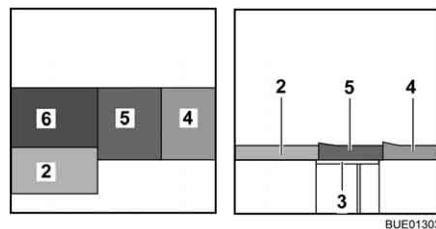

Fig. 120 Dopo la trasformazione
- Posizionare il cuscino del divano (Fig. 120,5) al centro.
- Posizionare il cuscino dello schienale (Fig. 120,4) tra il cuscino del divano e la parete.